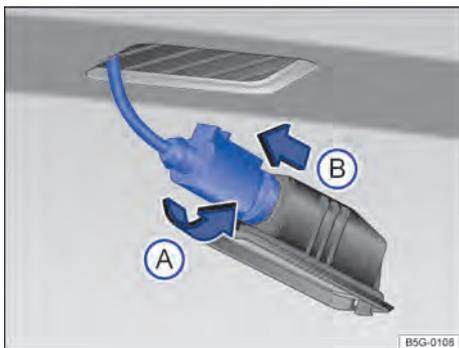

Fig. 211 Lanterna da placa de licença: desinstalar o suporte da lâmpada.
4.	Girar o suporte das lâmpadas no sentido da seta → Fig. 211 (A) e retirar o suporte junto com a lâmpada incandescente (B).